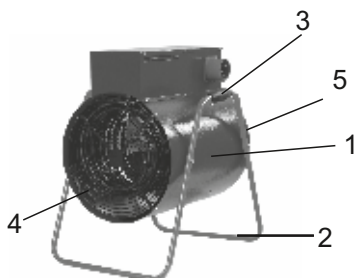

рис. 1 Тепловентилятор
5.1 Схема тепловентилятора представлена на рис.1.
5.3 Корпус 1 тепловентилятора (см. рис.1) изготовлен из листовой стали, покрытой высококачественным полимерным покрытием. корпус закреплен на подставке (2) с двумя ручками (3) для переноски. Внутри корпуса установлены трубчатые электронагревательные элементы и осевой вентилятор. Вентилятор всасывает воздух через заднюю решетку (4), поток воздуха, проходя через электронагреватели, нагревается и подается в помещение через переднюю решетку (5). Органы управления расположены на боковой стенке корпуса.